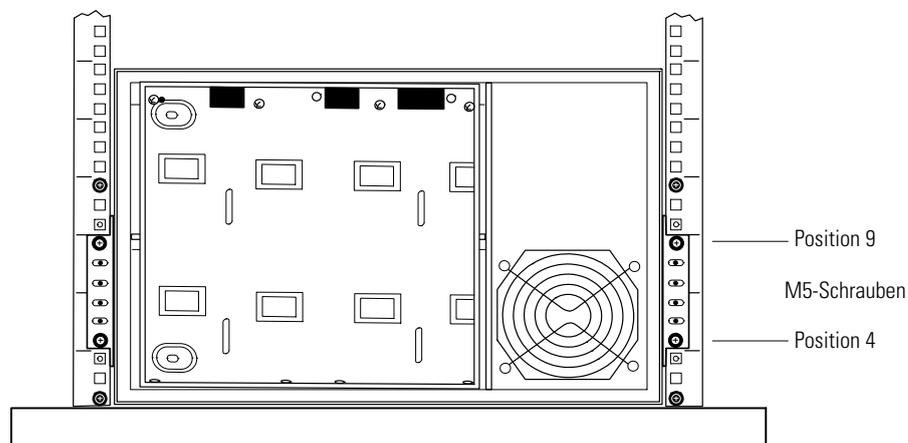

Abbildung 23. Befestigen der USV an der Vorderseite
14. Die Vorderseite des Einschubs mit vier M5-Maschinenschrauben am Rack befestigen, wie in Abbildung 23 dargestellt.